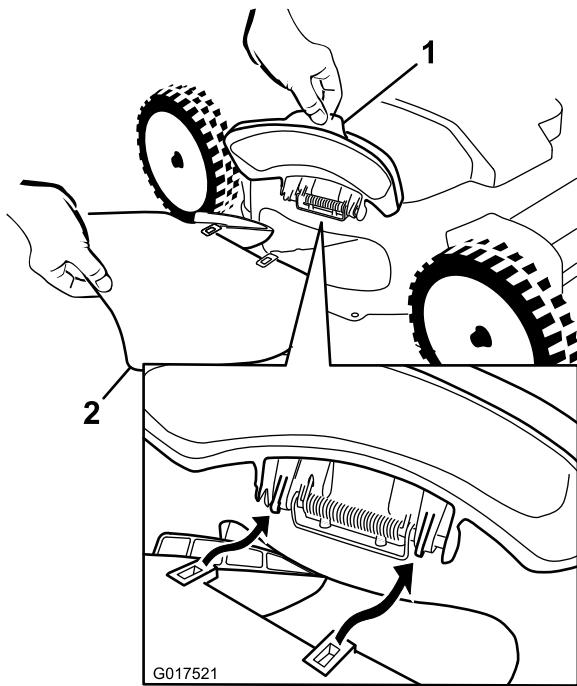
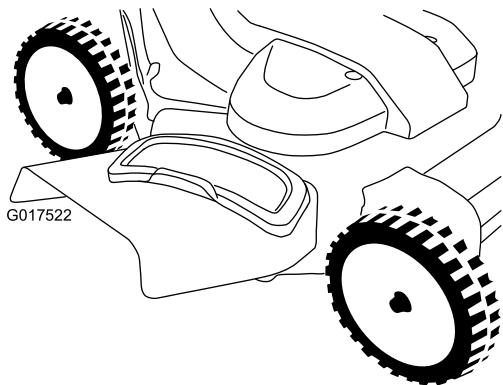

Figure 27
Figure 28
- Soulevez et ouvrez le déflecteur d'éjection latérale (Figure 27).
2. Installez l'éjecteur latéral comme illustré (Figure 27 et Figure 28), puis fermez le déflecteur sur l'éjecteur.